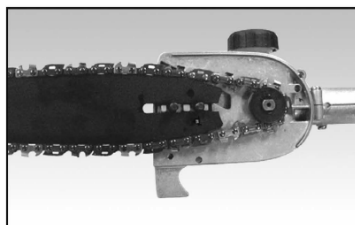

Fig. 3C
4. Regolare la vite di regolazione della tensione per consentire l'inserimento della barra (Fig. 3C). Assicuratevi che segua la scanalatura della barra di guida e regoli la vite di regolazione della tensione (Fig. 3D) in modo che la catena sia serrata.